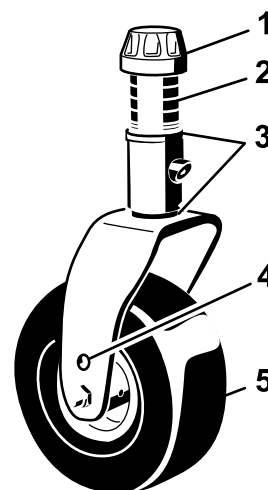

Figura 135
1. Togliete il cappuccio di tensione dall'asse del perno della ruota orientabile ed estraete il perno dal braccio della ruota orientabile (Figura 135).
Rimuovete il cappuccio di tensione e la forcella della ruota orientabile (Figura 135).